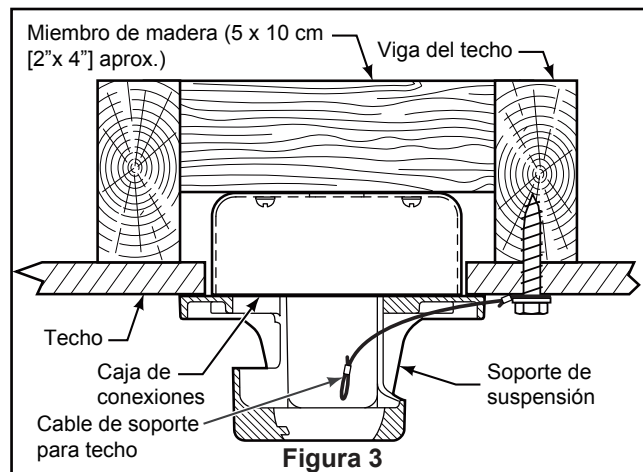

Figura 3
3. Afloje los dos tornillos de fijación del soporte del barral de soporte para techo a través de la varilla. Introduzca los cables de color negro, blanco y azul cables y cable de seguridad a través de la varilla. (Figura 3)
1. Perfore un orificio de 1/4" en la estructura del edificio para evitar grietas con la instalación del tornillo de intervalo. Utilice el tornillo de intervalo de 3/8"x 2" y la arandela plana para fijar el cable de seguridad a la viga del techo o a la estructura de madera. Dicho tornillo pasará a través de arandela plana, la presilla del cable de seguridad y se fijará en la estructura del edificio. (Figura 3)
NOTA: el cable de soporte para techo no se puede asegurar solamente a la caja de conexiones; se debe asegurar directamente a la viga de techo o miembro estructural con el tornillo de cabeza cuadrada de 3/8"x2" y la arandela plana. (Figura 3)